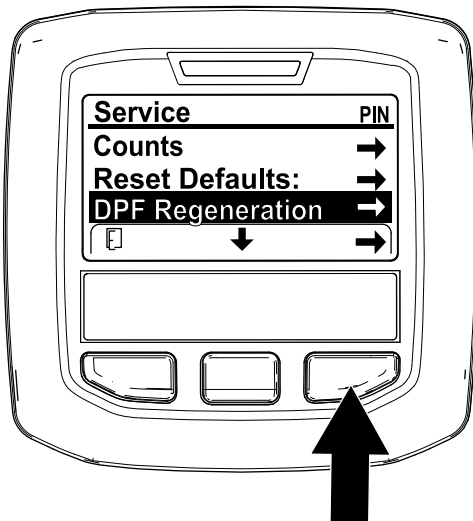

Figure 69
1. Dans le menu Entretien, utilisez le bouton central pour naviguer jusqu'à l'option DPF REGENERATION (régénération du FAP) (Figure 69).
2. Appuyez sur le bouton droit pour sélectionner l'option DPF Regeneration (Figure 69).